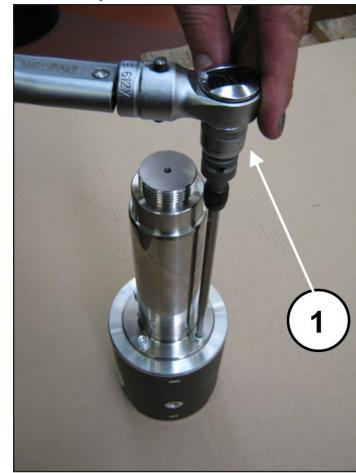

Abb. 46
Spannen Sie die Kolbenführung mithilfe des speziellen Werkzeugs in einen Schraubstock und eichen Sie die Schrauben mit einem Drehmomentschlüssel (Pos. ①, Abb. 46) gemäß Angaben in Kapitel 3.